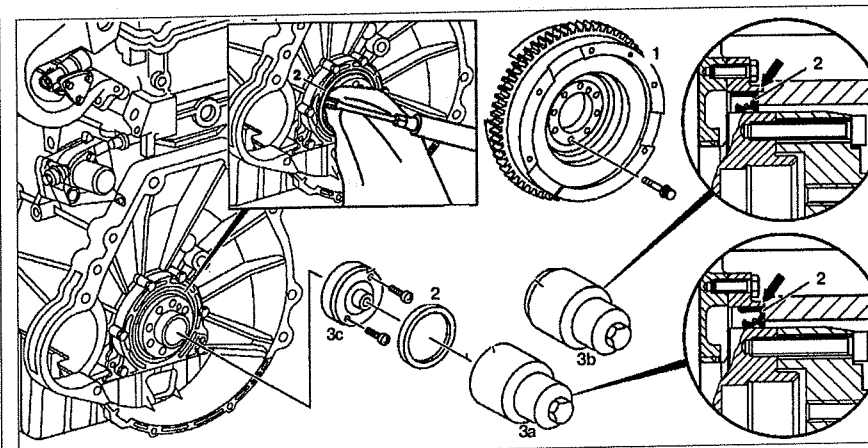

**Рис. 2.31. Крышка заднего сальника коленчатого вала:**
3. Открутите болты 1 и 5 (см.рис. 2.31).